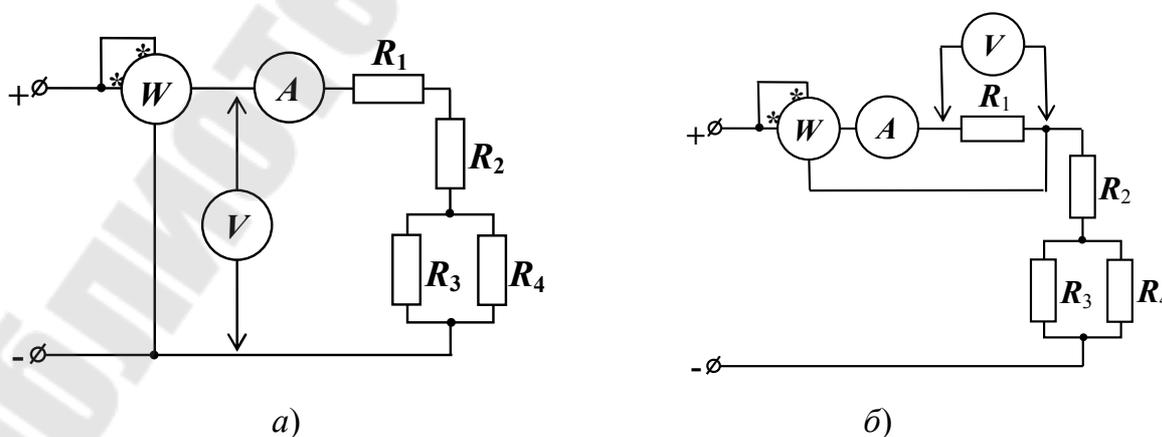

Рис. 6.1
2. Способ включения ваттметра для измерения мощности в цепи постоянного тока показан на рис. 6.1, а ваттметр измеряет мощность, потребляемую всей нагрузкой, а на рис. 6.1, б – мощность, потребляемую сопротивлением R_1 .